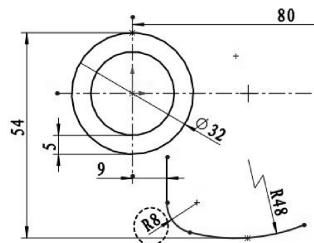

图 2-119 创建圆角
- 单击 按钮, 在竖直线与圆弧 (半径 48mm) 交点处创建圆角 (半径为 8mm), 如图 2-119 所示。